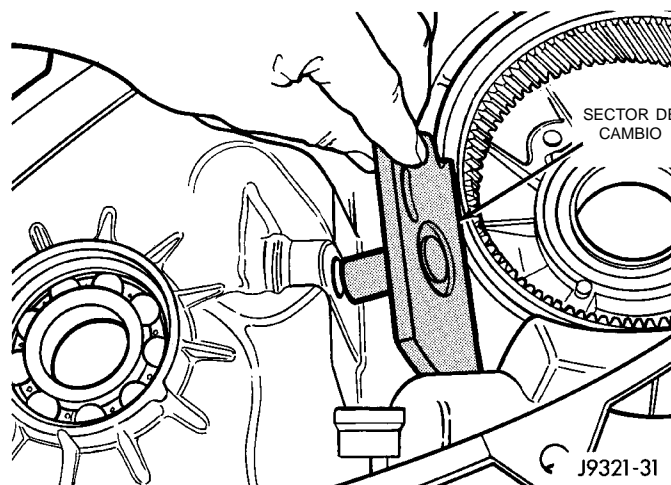

Fig. 32 Desmontaje del sector de cambio
(5) Retire el sector de cambios. Gire e incline el sector según sea necesario para extraerlo (Fig. 32).